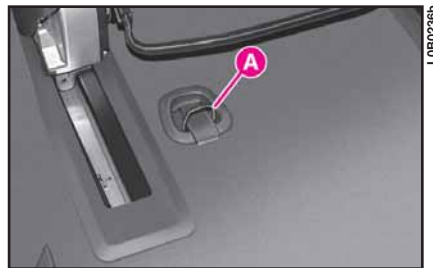

fig. 68
Montaggio seggiolino per gruppo 1 (fig. 68 - 69)
– per i seggiolini in posizione fronte marcia, agganciare la cinghia superiore (disponibile nella tasca superiore del seggiolino) all'anello **A** (**fig. 68**) reperibile sul pavimento immediatamente dietro al sedile: